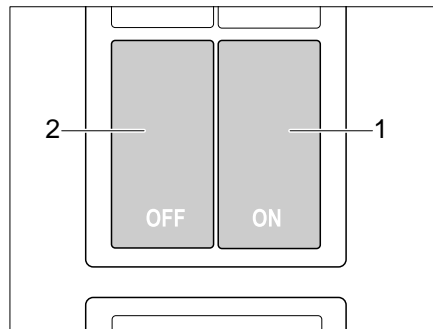

Bild 17 Schalter für Zentralverriegelung der Küchenbedienzeile
Die Küchenbedienzeile ist mit einer Zentralverriegelung ausgestattet. Die Klappen und Schubfächer des Küchenblocks lassen sich über den Schalter (Bild 17) manuell verriegeln und entriegeln.
- Verriegeln* ■ Schalter (Bild 17,1) drücken. Klappen und Schubfächer des Küchenblocks sind verriegelt.
- Entriegeln* ■ Schalter (Bild 17,2) drücken. Klappen und Schubfächer des Küchenblocks sind entriegelt.